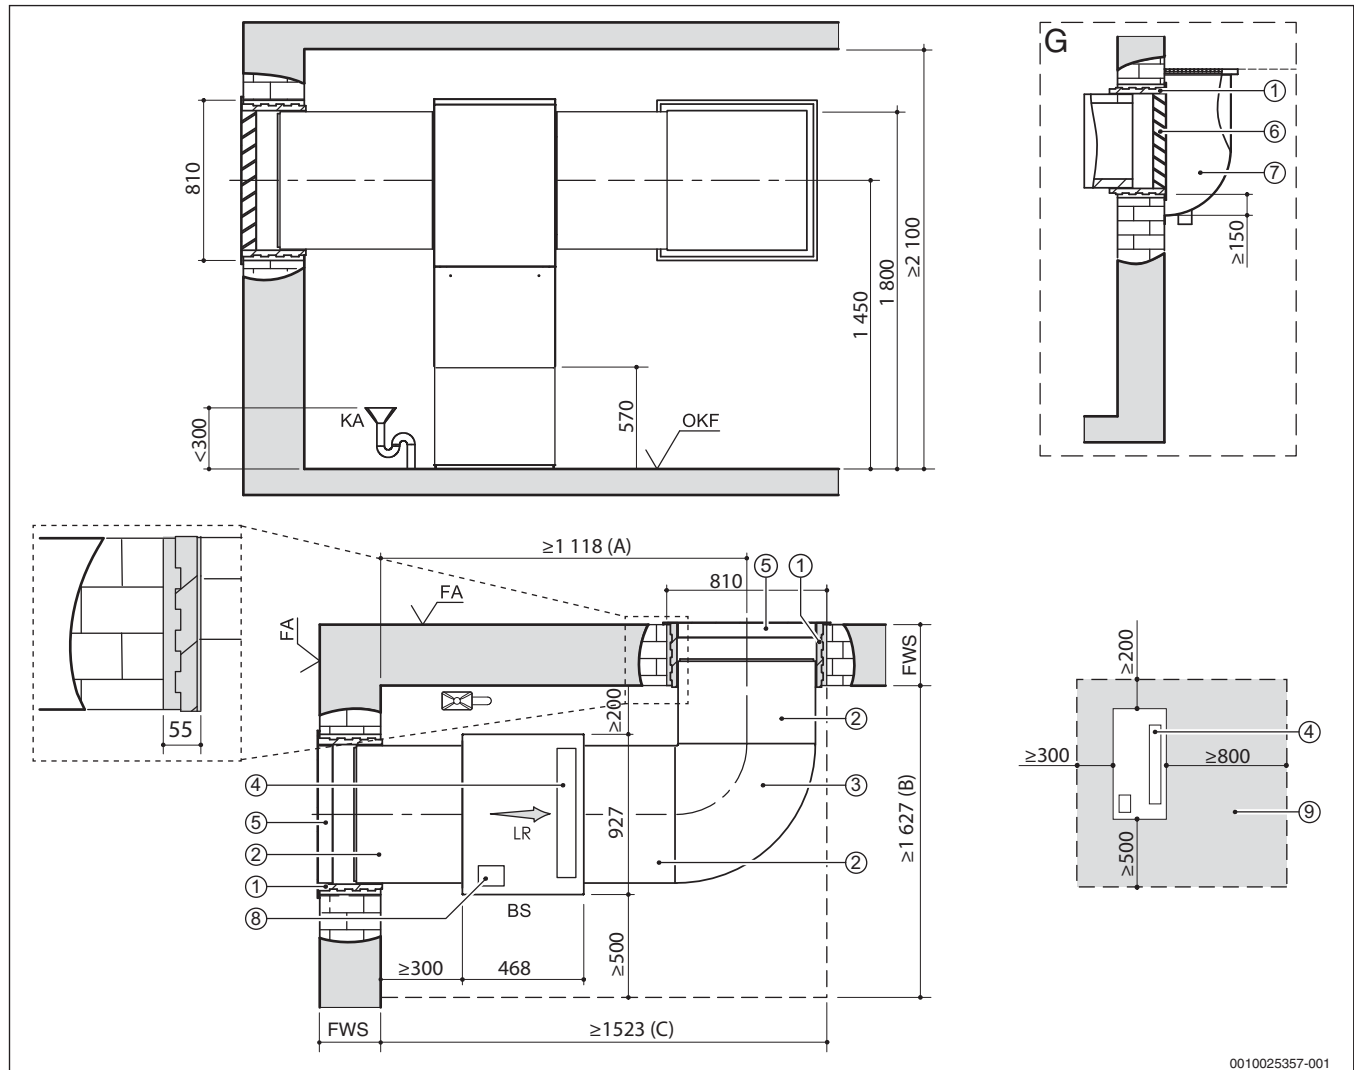
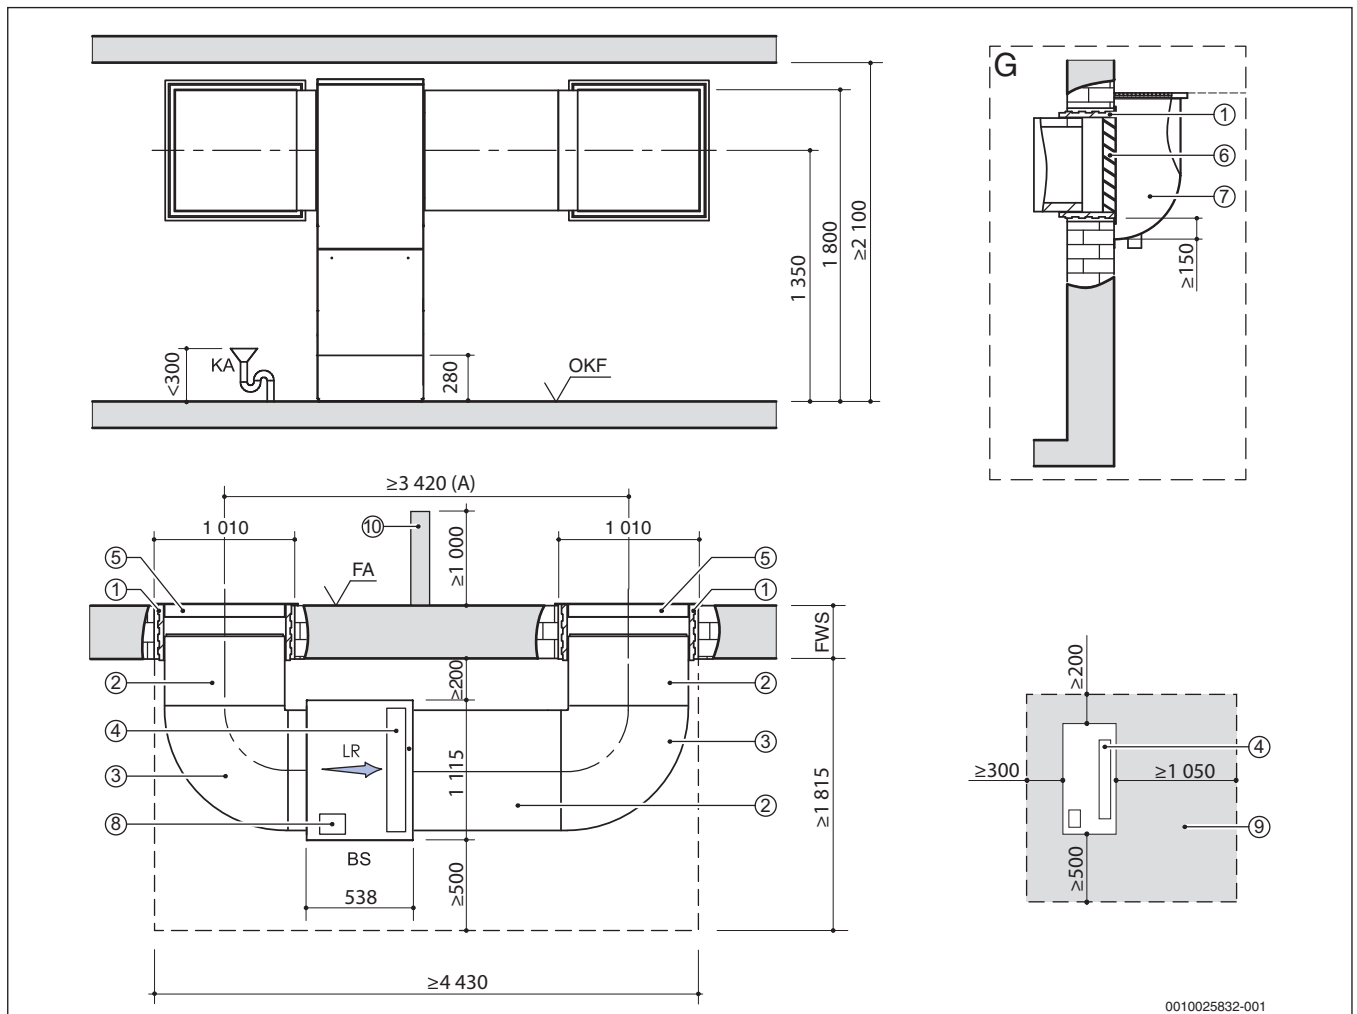

Bild 17 Aufstellplan für WLW196i-6/8 IR mit dem Luftkanalsystem 700 (alle Maße in mm)
Bild 18 Aufstellplan für WLW196i-11/14 IR mit dem Luftkanalsystem 900 (alle Maße in mm)
- Im Aufstellraum muss ein Kondensatablauf vorhanden sein. Die Höhe des Anschlusses ist in den Aufstellplänen eingetragen ($\rightarrow$ Bild 17, Seite 8 und Bild 18, Seite 9).
- Kann aus baulichen Gründen die Luftführung nur an einer Gebäudeseite erfolgen, muss ein Luftkurzschluss verhindert werden. Dies kann über eine Trennwand (→ Bild 18 [10], Seite 9) oder durch einen ausreichenden Abstand zwischen den beiden Öffnungen erreicht werden.
- 1450 mm für Wärmepumpen mit 6/8 kW (→ Bild 17, Seite 8)
- 1350 mm für Wärmepumpen mit 11/14 kW (→ Bild 18, Seite 9)
Legende für Bild 17 + Bild 18: